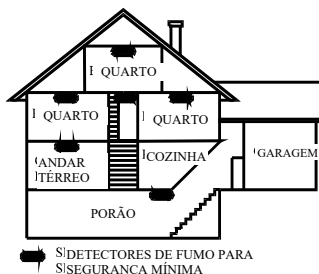

Figura 2: Locais de instalação para detetores de fumo/calor em apartamentos ou casas com mais de um andar
- Instale um detetor de fumo/calor em cada andar de uma residência que tenha mais de um piso (*ver Figura 2*).